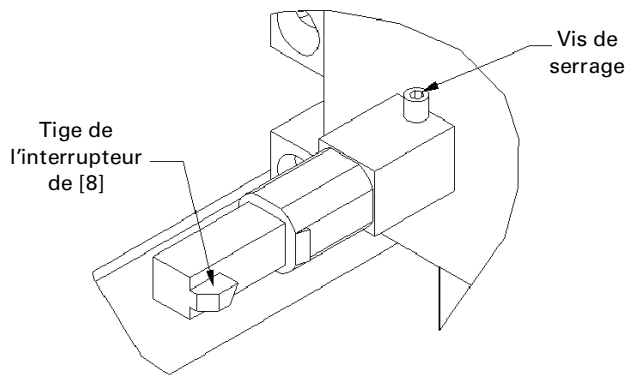

Figure 10. Installation de la tige de poignée.
6. **Installer la tige de poignée de l'item [8].** Insérer la tige de l'interrupteur dans le sectionneur tel qu'illustré à la Figure 10. La vis de serrage doit pointer vers le haut (ceci pour assurer que le sectionneur est en position OFF). Installer la tige de l'interrupteur de manière à ce que la protubérance de la tige de l'interrupteur pointe vers la droite.